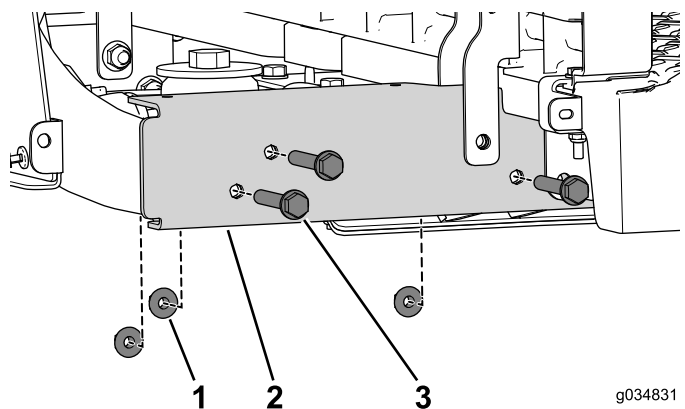

Figura 17
4. Retire os três parafusos flangeados (3/8 x 2 1/2 pol.) e as porcas (Figura 17). Faça isto em ambos os lados da máquina.